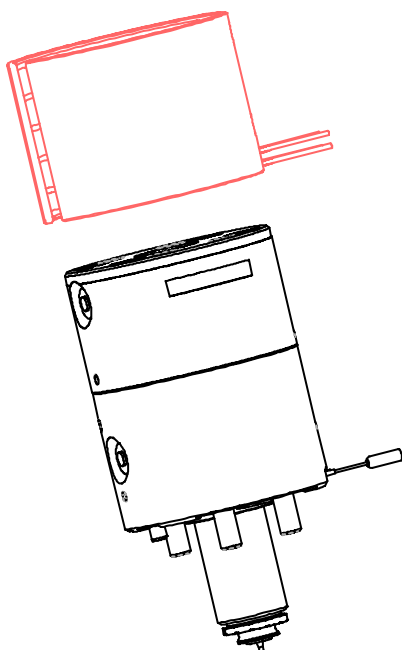
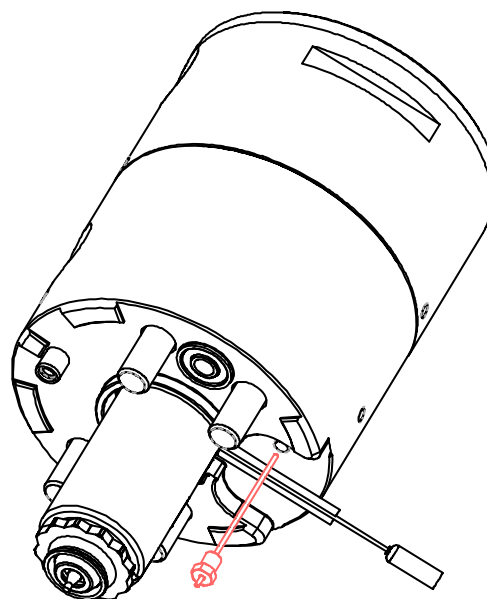

Fig. 75 – Extraction de la résistance
Fig. 76 - Extraction du thermocouple
4. Maintenant vous pouvez enlever la résistance de la tête de la busette (Fig. 75) et, si nécessaire, la remplacer. Au besoin, remplacez aussi le thermocouple situé en dessous de la tête (Fig. 76).